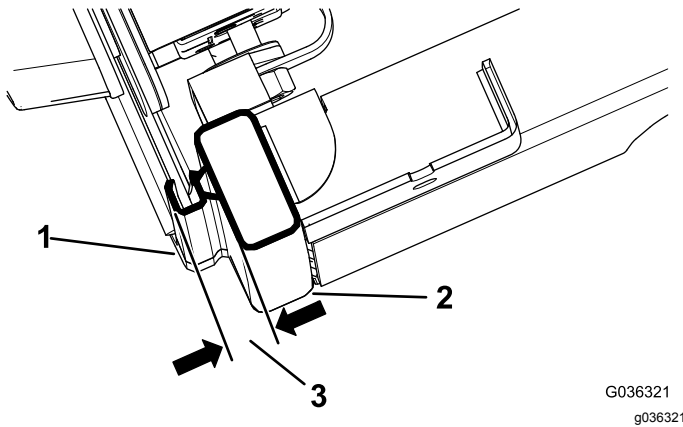

Bild 11
- Schließen Sie die Tür vollständig und messen Sie die Höhe der Blasendichtung zur Dichtungsoberfläche der Kabinenschiene und stellen Sie sicher, dass die Werte 1,9 cm bis 2,2 cm betragen, wie in Bild 11 abgebildet.
- Ziehen Sie die Klemmmutter an, wenn der Arretierbolzen 1,9 cm bis 2,2 cm erreicht, wie in Bild 11 abgebildet.